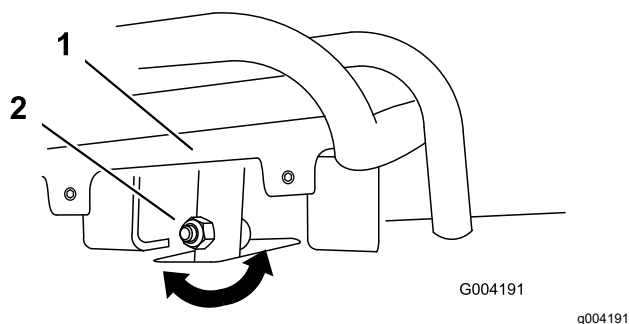
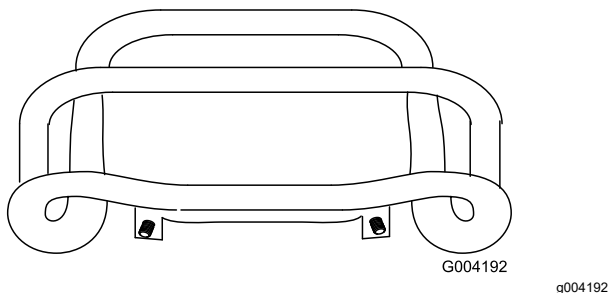

Figura 58
Figura 59
4. Si la parte delantera del control de tracción no queda enrasada con y paralela a la barra de referencia, afloje la tuerca con arandela prensada y el perno del tubo del control de tracción (Figura 58).
5. Ajuste el control de tracción hasta que quede enrasado con la barra de referencia al tirar de él hacia atrás del todo (Figura 58 y Figura 59).